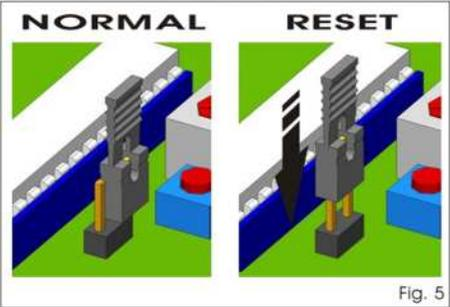

Fig. 5
- 4- Dé un mando de **OPEN A** con un dispositivo cualquiera conectado a esta entrada, el display visualiza el valor "**Pr**" y las hojas empiezan a moverse. La primera maniobra que realicen las hojas debe ser en cierre. De no ser así, hay que detener el movimiento de la cancela con un impulso de reset, realizando el puente en los dos PINES de "**RESET**" utilizando el específico conector (véase Fig.5). Quite la tensión y coloque de nuevo el conector en su posición normal (Fig.5). Seguidamente invierta los hilos de los motores / del motor, que han realizado la maniobra de apertura. Repita el procedimiento de programación desde el primer punto.